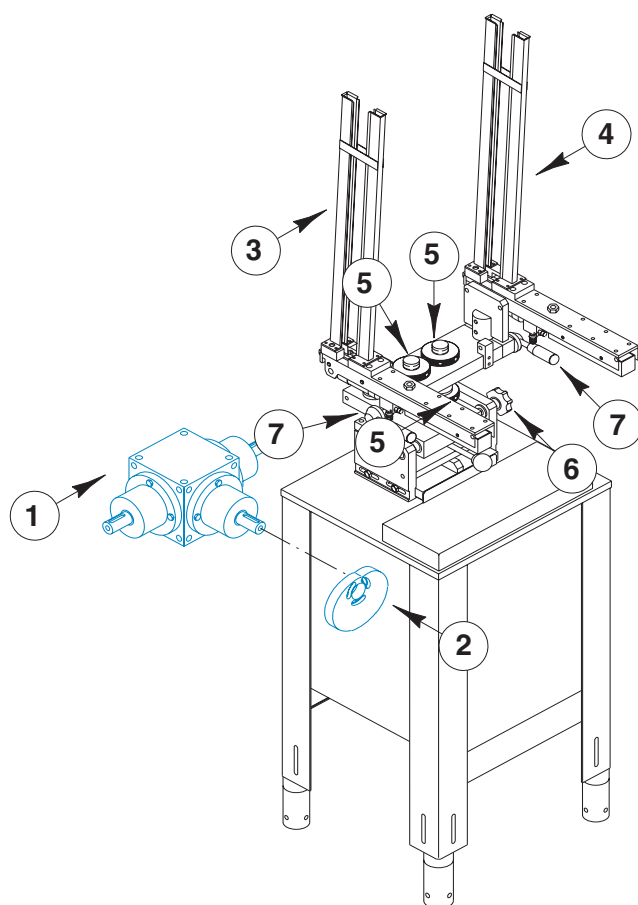

Fig. 6.1.6a
La máquina de colocar palillos doble (Fig. 6.1.6A) toma su movimiento mediante un reenvío de la transmisión principal del túnel (Pos.1, Fig. 6.1.6A) y lo transforma, a través de una leva (Pos.2, Fig. 6.1.6A), en un movimiento alternado que permite que la corredera que lleva los dos grupos de cargadores de palillos (Pos.3/4, Fig. 6.1.6A), siga en modo sincronizado la translación de las bandejas durante la fase de elaboración.
La regulación geométrica de los grupos cargadores de palillos (Pos.3/4, Fig. 6.1.6A) se produce en el modo siguiente:
- Utilizando el pomo (Pos.6, Fig. 6.1.6A) se regula axialmente la corredera porta-cargadores.
- Mediante las virolas (Pos.5, Fig. 6.1.6A) se regula la altura la corredera porta-cargadores.
- Desbloqueando las palancas (Pos.7, Fig. 6.1.6A) se regula el ángulo de introducción de los palillos en el helado.